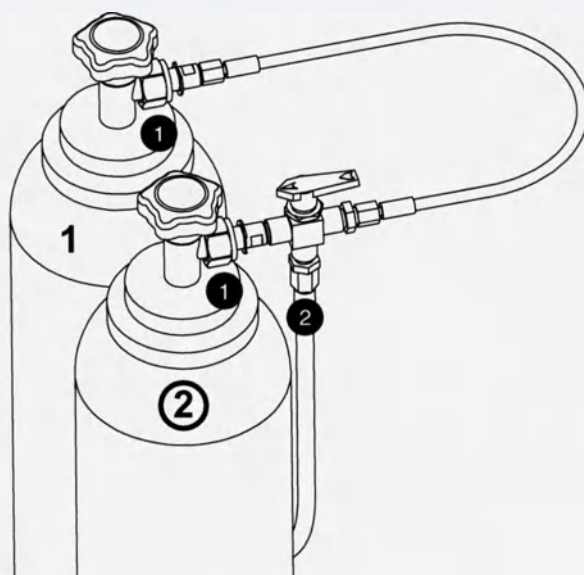

Рис. 4-3
1. Уложите уплотнительные кольца в гайки на переключающем вентиле (1). Обязательно используйте уплотнительные кольца. Без них криосистема не будет герметичной.
2. Закрутите гайки на переключающем вентиле (1) рожковым ключом на резьбе баллона.
3. Прикрутите гайку на газовом шланге (2) рожковым ключом размера 17 к переключающему вентилю.
4. Поверните кран стрелкой на полный газовый баллон. На рис. 4-3 баллон 2 активен.